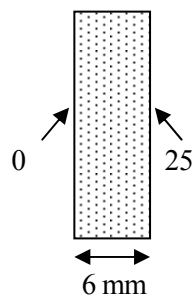

図 2
(4) 図 2 のような厚さ 6 mm のガラス板がある。ガラスの両側の表面温度がそれぞれ 0 及び 25 に保たれているとすると、単位面積当たりの熱流束は $\boxed{C \mid a.b \times 10^c} \text{ [W/m}^2]$ である。ただし、ガラスの熱伝導率は $1.2 \text{ W/(m} \cdot \text{K)}$ とする。